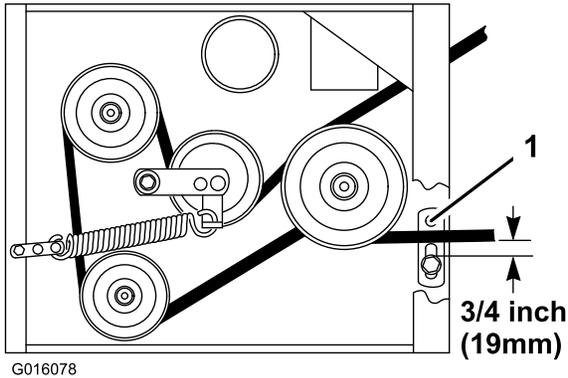

Figura 45
8. Compruebe que la guía de la correa, situada debajo del bastidor del motor, está ajustada correctamente (Figura 45).
Nota: Cuando la correa del cortacésped está engranada, asegúrese de que la distancia entre la guía de la correa y la correa del cortacésped es de 19 mm (Figura 45). Ajuste la guía de la correa del cortacésped si es necesario. La correa no debe rozar ni salirse de la polea si las guías están correctamente ajustadas.